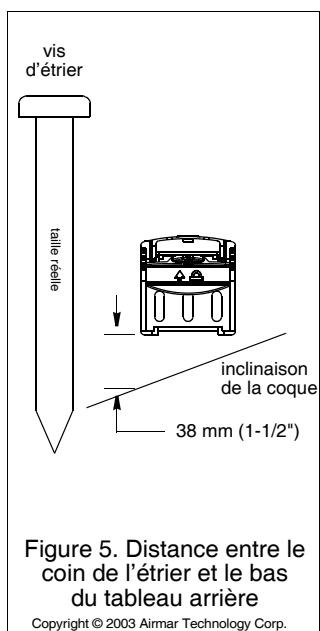

Figure 5. Distance entre le coin de l'étrier et le bas du tableau arrière
1. Enduisez de mastic d'étanchéité marine les filetages des trois vis autotaraudeuses n°10 x 45 mm pour éviter toute absorption d'eau dans le tableau arrière (voir Figure 5). Vissez l'étrier (et la cale si nécessaire) contre le tableau arrière. *Ne serrez pas les vis à ce stade.*